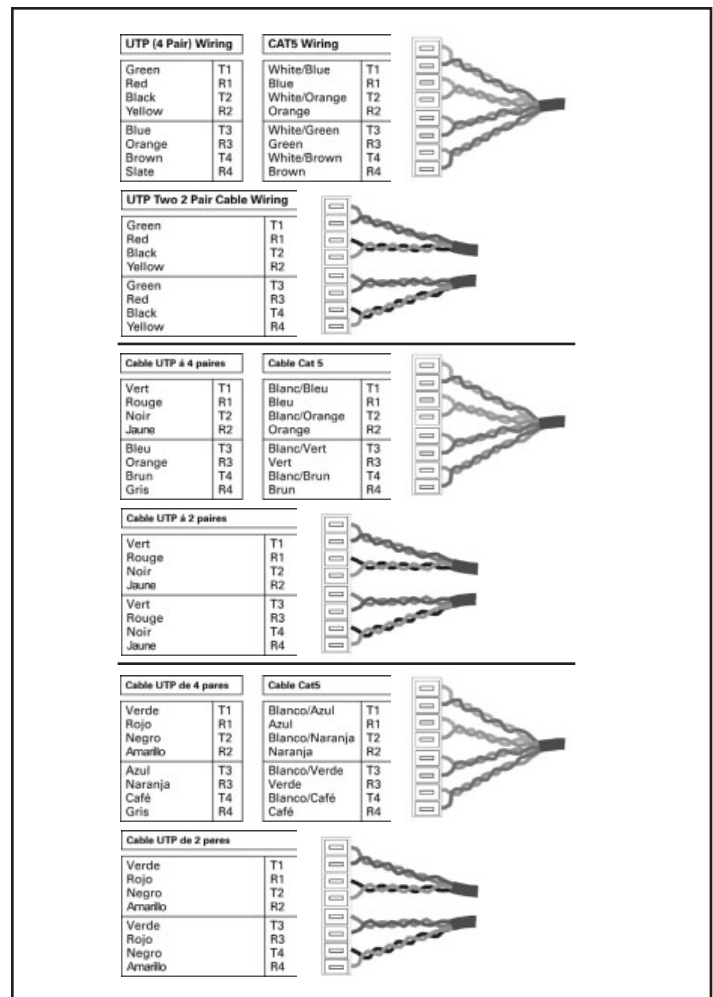

Figure 3. Wiring the Sequence/ Séquence de câblage/Secuencia de cableado
7. Separate the colored wire pairs. Do not strip the colored wires. Insert each wire pair as per **Figure 3** into its corresponding slot on the connector marked **IN**. To ensure a tight connection use a punchdown tool. Repeat the procedure for all pairs. (See **Figure 7**.) **Note: Figure 3** details the sequence in which the multi-colored wire pairs are to be connected, depending on whether your incoming telephone wire is a UTP 2 Pair, UTP 4 Pair or CAT5 Wire.
This unit is a series device. The color codes in **Figure 3** are used for reference only. For proper device operation, the inputs need to match the outputs. This unit requires no maintenance. If your telephone does not have a dial tone, check the CHSPTELE unit. If there is visible damage or if removing the CHSPTELE from the circuit results in a dial tone, replace the unit.
7. Séparez les paires. Ne dénudez pas les fils de couleur. Introduisez chaque paire à travers la fente correspondante (voir **Figure 3**) jusque dans le connecteur marqué **IN**. Servez-vous d'un outil d'insertion pour consolider le branchement. Répétez pour les autres paires (voir la **Figure 7**). **Remarque:** la **Figure 3** détaille l'ordre de branchement des paires multicolores, selon que le câble téléphonique est de type UTP 2, UTP 4 ou CAT5.
Cet appareil est un dispositif de série. Les codes couleur de la **Figure 3** ne sont que pour référence. Les entrées doivent correspondre aux sorties pour que l'appareil fonctionne correctement. Le module ne nécessite aucun entretien. Si votre téléphone n'a pas de tonalité, inspectez le module CHSPTLE. En cas de dégâts visibles, ou si vous notez que le retrait du module permet d'entendre la tonalité, remplacez le module.